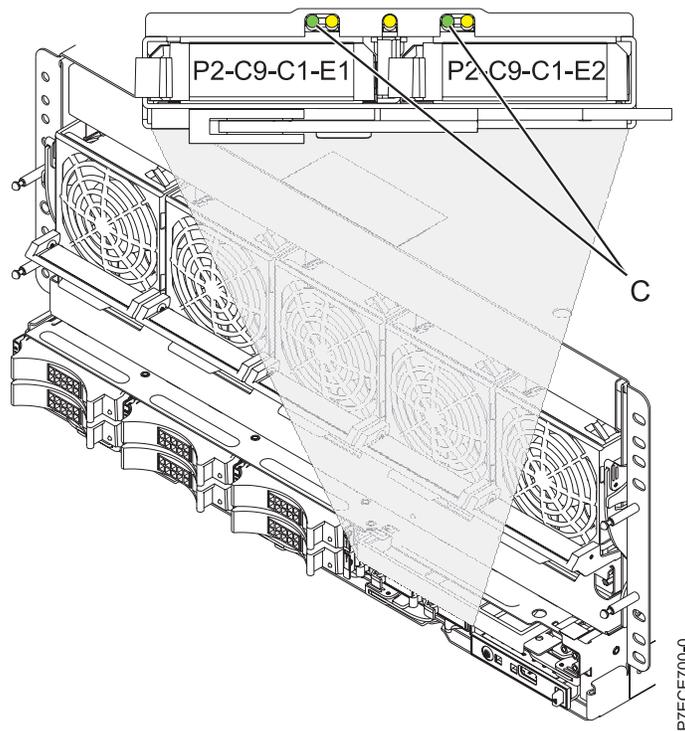

Figure 2. Voyants de pile de cache
Avertissement : Ne retirez pas la carte Cache RAID de 175 Mo – Activation d'E-S double si le voyant (C) clignote, comme illustré à la Figure 2, car il indique que le cache contient des données.
16. Tirez légèrement le levier (A) et faites-le pivoter vers la droite, comme indiqué dans l'illustration.
3. Après avoir poussé le levier (A) pour l'ouvrir, placez la carte Cache RAID de 175 Mo – Activation d'E-S double dans son logement, comme indiqué dans la figure 2.